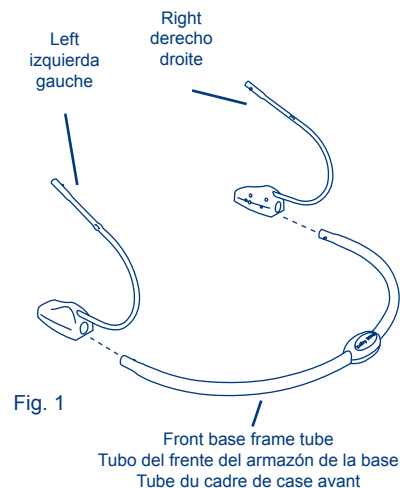

Fig. 1
- Attach the left and right hubs with upright wires to the corresponding ends of the front base frame tube. (Fig. 1) Be sure that the hubs click and lock in place.
- Sujete los cubos izquierdo y derecho con soporte de alambre a los extremos correspondientes del tubo delantero del armazón de la base. (Fig. 1) Procure que los cubos se traben bien.
- Fixez les raccords gauche et droit avec montant métallique tourné vers le haut aux extrémités correspondantes du tube du cadre de base avant. (Fig. 1) Assurez-vous que les raccords s'enclenchent et se verrouillent en position stable.